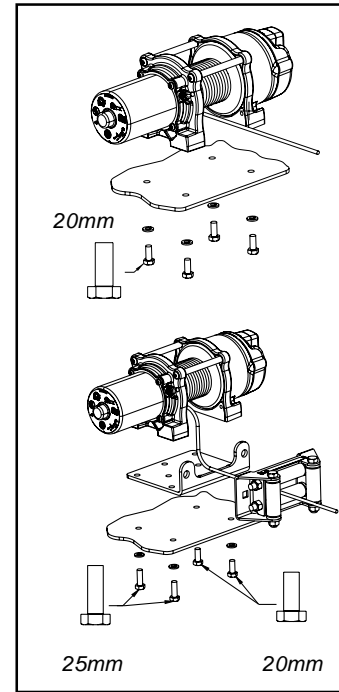

Figura 4: Orientación del cabrestante a la placa de montaje.
- Tornillos de cabeza hexagonal M8-1,25 X 20 mm, de calibre 8 cuando se use una placa de montaje para el cabrestante de una sola pieza. **Nota:** Si se va a usar placas de montaje de cabrestante separadas y para la guía, use tornillos de cabeza hexagonal M8-1,25 X 25 mm de calibre 8 para el lateral del motor de la base, como muestra la Figura 4.